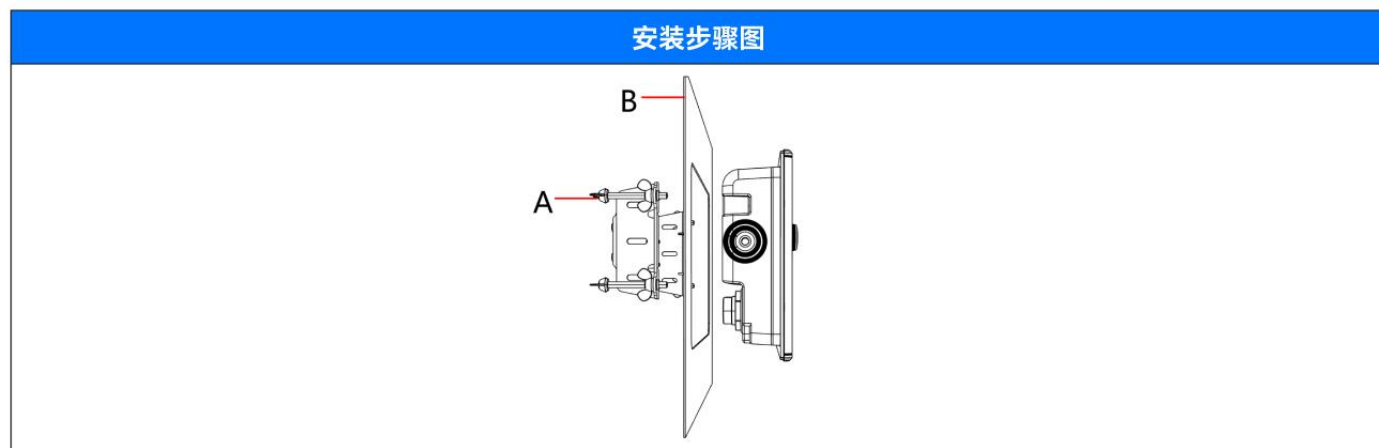

图3.1
1. 如图3.1中将多功能显示单元装于B安装面的外侧，A固定组件安装于内侧。